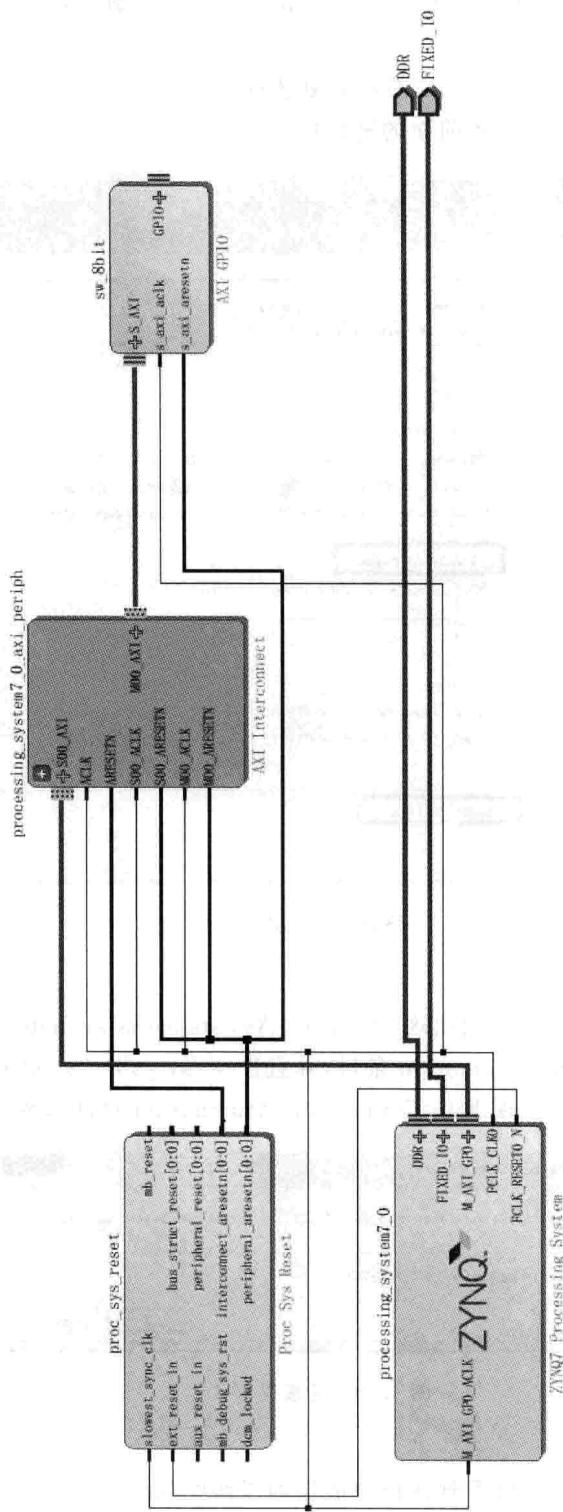

图 4.39 完成连接后的系统结构图
(19) 单击 OK 按钮。
(20) 如图 4.39 所示,可以看到连接完成后的系统结构。在该图中,新添加了两个模块,即:
注：可以调整和重新放置图中每个模块的位置。图 4.39 给出的结构是调整模块位置后的图。